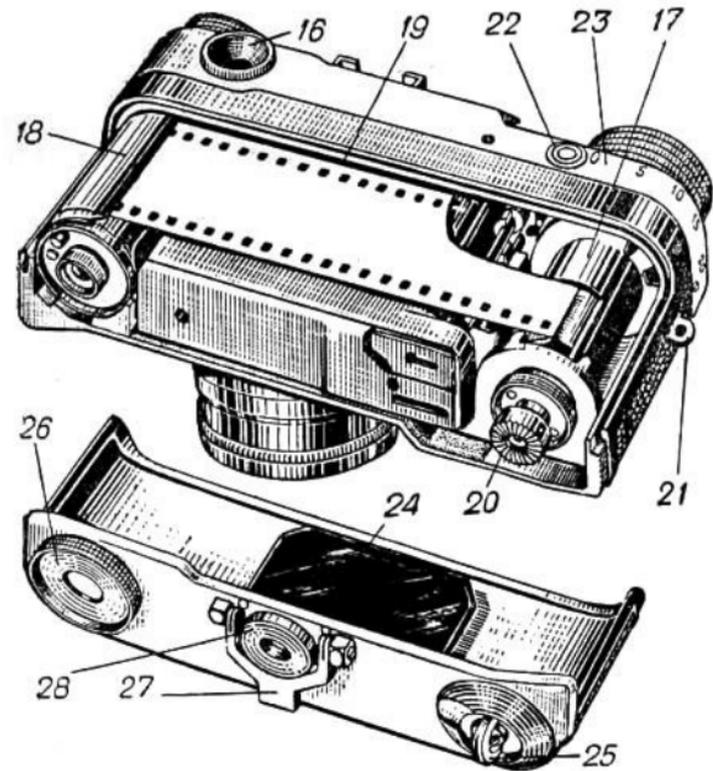

Рис. 2
держки «М» или на выдержки «В» и «Д», счетчик кадров 9, рычаг 10 завода механизма автоспуска, головка 11 обратной перемотки пленки, шкала 12 отметки чувствительности заряженной пленки, гнездо 13 для крепления лампы-вспышки, ниппель 14 для включения штырька лампы-вспышки, кольцо 15 регулировки синхронизатора, окуляр 16 (рис. 2) видоискателя-дальномера, барабан 17 для крепления и намотки пленки, кассета 18, кадровое окно 19, винт 20 для включения барабана, антабки 21 для крепления на шейного ремня, кнопка 22 для установки счетчика кадров на «0» и шкала синхронизатора 23.
6. Подрезать пленку, как показано на рис. 2, загнуть конец длиной примерно 0,5 см и провести ногтем по сгибу.
4. Соединить конец пленки, выступающий из кассеты, с барабаном, заправив пленку под пружину, как показано на рис. 2.